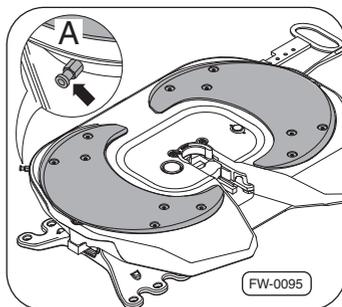

Рис. 21 · Место смазки на запоре SK-S 36.20 W/SK-S 36.20 DW
- Необходимо тщательно смазывать запор через смазочный ниппель ⇒рис. 21, –стрелка А– на краю пластины и затем регулярно через **каждые 10 000 км.**
- 1 Необходимо тщательно смазывать запор через смазочный ниппель ⇒рис. 21, –стрелка А– на краю пластины и затем регулярно через **каждые 10 000 км.**